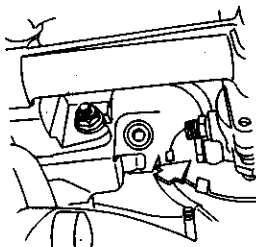

图 3-212 拆卸泄放螺栓
12) 从车厢内部拆下固定转向器分配阀外壳上回油管的泄放螺栓, 如图 3-212 所示。